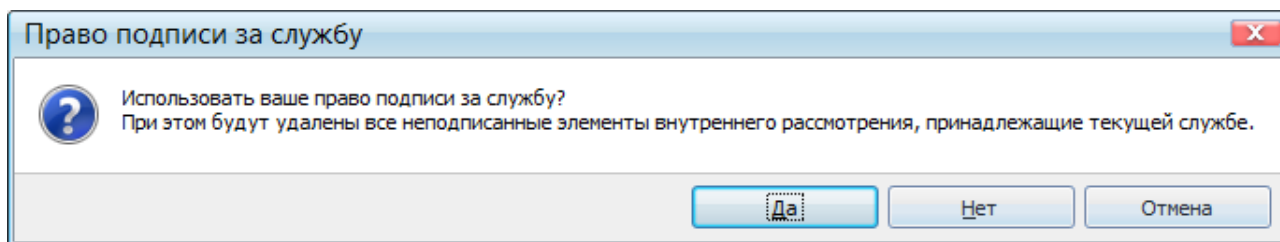

Рисунок 16.34 – Диалоговое окно «Право подписи за службу»
- «Отображать диалоговое окно». При выборе данного условия при подписании заявки пользователем, наделенным правом подписи за службу, отображается диалоговое окно (Рисунок 16.34).